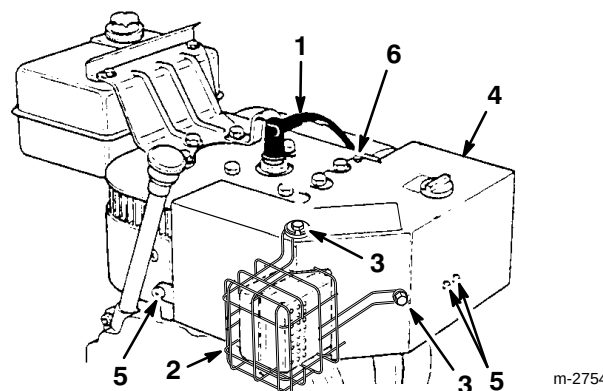

Abbildung 16
Wenn der Motor bei Temperaturen über 4°C (40°F) eingesetzt wird, muß der Vergaserwärmerkasten entfernt werden (Abb. 16). Wärmerkasten und Schalldämpferschutz wieder anbringen, wenn die Temperatur unter 4°C (40°F) fällt.
2. Die drei Schrauben, Sicherungsscheiben und Unterlegscheiben entfernen, mit denen der Schalldämpferschutz am Motor befestigt ist (Abb. 16), und den Schalldämpferschutz entfernen.
3. Die zwei Kreuzschlitzschrauben und eine Sechskantschraube entfernen, mit denen der Wärmerkasten befestigt ist (Abb. 16).